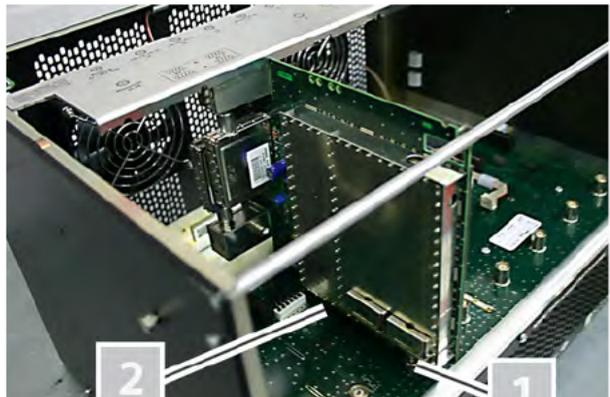

Bild 2: Einbauzustand einer Steckkarte
Bild 2 zeigt eine Steckkarte im Einbauzustand.
1. Stecken Sie den IEC Stecker [1] und die Stiftleiste [2] (siehe links) in einen der Steckplätze im Basisgerät, so wie es in Bild 2 zu sehen ist. Die Aufnahme für eine Steckkarte im Basisgerät besteht jeweils aus dem passenden Gegenstück der Anschlüsse an der Karte (also IEC Buchse und Federleiste).